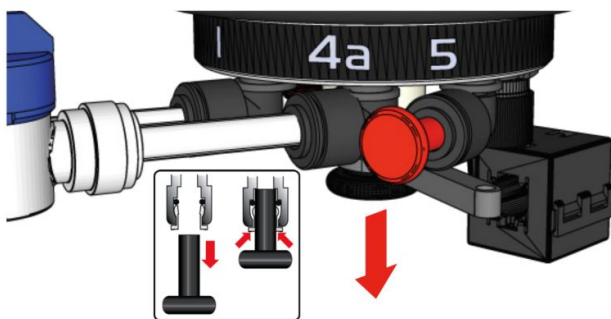

Fig. 3
1. RIMUOVERE il tappo di transito nero dall'uscita ad alta portata del serbatoio (situata sotto la porta 4a ↓, vedere Fig. 3)